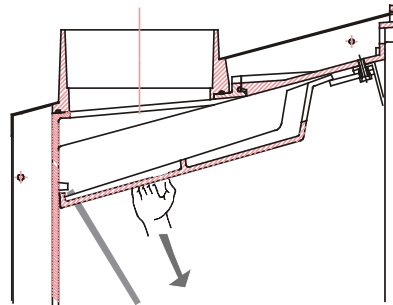

Fig. 30
- Uma vez libertado retirar o mesmo para baixo e ficará totalmente livre (Fig. 30 e 31).